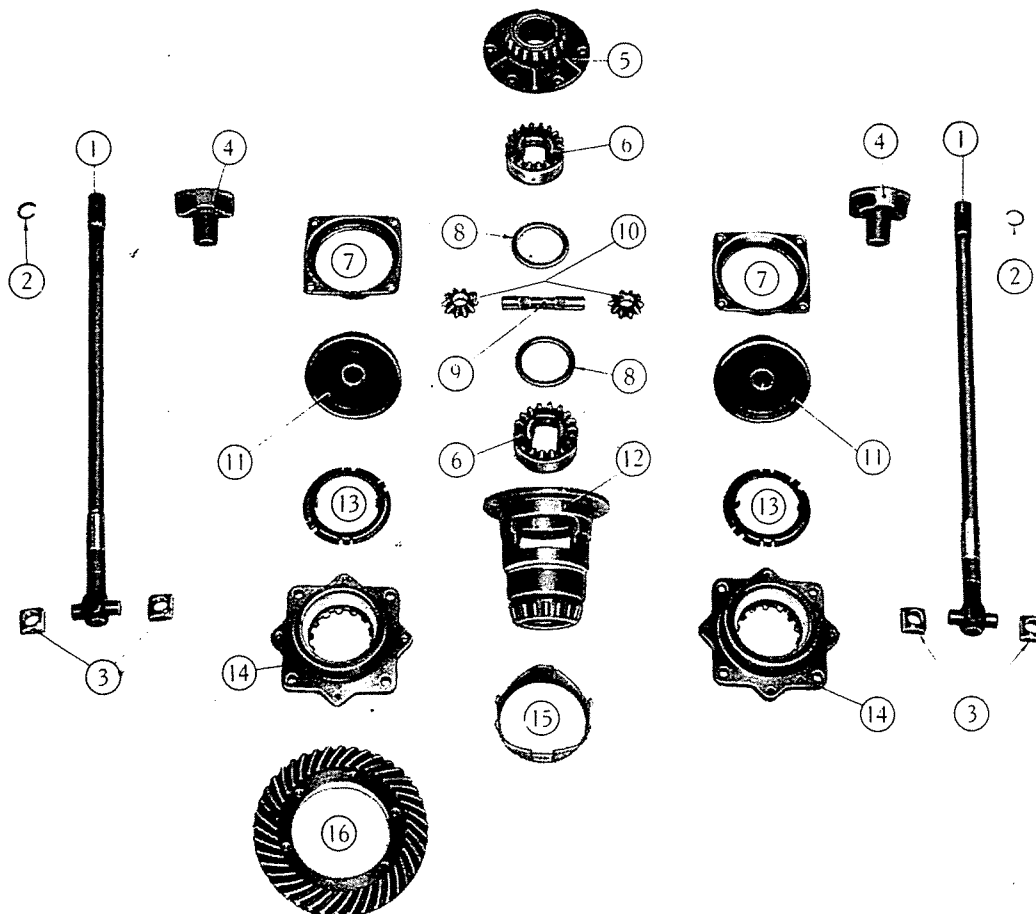

Abb. 187 - Bestandteile des Ausgleichgetriebes und der Hinterachswellen.
Sprengringe (2, Abb. 187) entfernen und Mitnehmerflanschen (4) von den Hinterachswellen abziehen. Dann folgendes abnehmen: die beiden Rollenlagerdeckel (7), die Dichtungsmanschetten (11) mit den zugehörigen Büchsen und Dichtringen, die Sicherungsringe der Einstellmutter (13), die Rollenlagergehäuse (14) mit den Einstellmutter sowie die Aussenringe der Rollenlager.